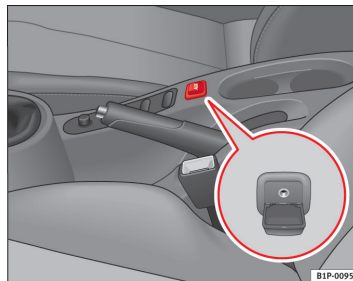

Fig. 101 Tilslutning til eksternt audioudstyr
- Løft AUX-afdækningen ⇒ Fig. 101.